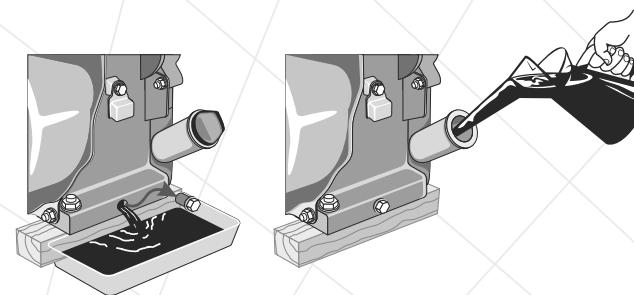

Рисунок 9
**Порядок замены моторного масла (см. рис. 9)**